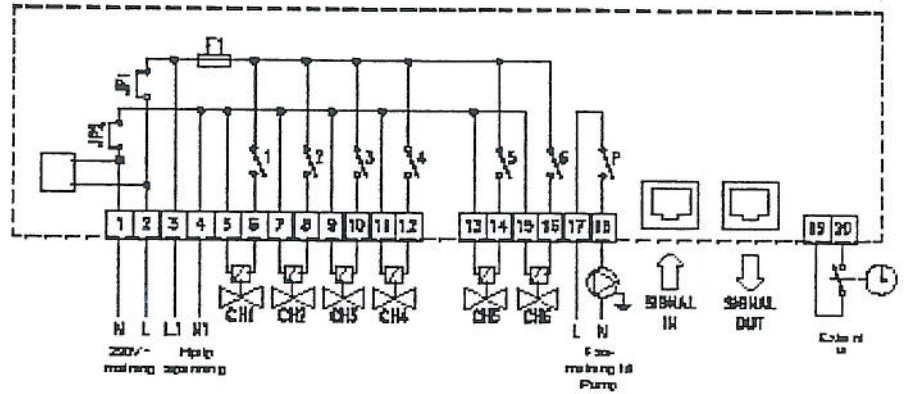

Fig. 4. Tilkoblingskema
For korrekt tilslutning, læs venligst følgende instruktion og se fig. 4, som viser styreboksen indvendigt.
Ved levering er modulet koblet til strømforsyningen 230V og derfor er udgangene 5 - 16 fig. 4 sluttet til med det samme. I dette tilfælde må hjælpeforsyningen 3 og 4 ikke være tilsluttet og udgangene vil være tilsluttet 230V.
2. Forbind 3 og 4 (fig. 4) med en ekstern strømfor- syning (f.eks. en transformer til 24 V).
Klemmerne 17 og 18 er til en hjælpe cirkulations- pumpe. Disse er strømfri klemmer, for at kunne køre pumpen med den medfølgende strømforsy- ning. Følg tilslutningsdiagrammet fig. 4 for til- slutning af pumpen.
Klemmerne 19 og 20 fig. 4 er til et eksternt timer- modul. Hvis de trådløse rumtermostater i et tråd- løst system skal kunne natsænke temperaturen med 3°C på et bestemt tidspunkt (som DTP A80 BC), tilsluttes timermodulet i klemmerne 19 og 20.